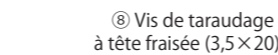

Fig. 7
- (1) Alignez la plaque de course ⑦ et le support ⑥ with the holes for the damper (Fig.7) and secure them with screws ⑧.
- (2) Glissez l'amortisseur ⑤ dans le support par le devant.